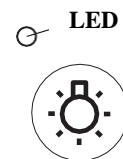

Fig.3-7 Pulsante pacchetto lampada
④ Pulsante accensione fibre ottiche (Optional)(Fig.3-7) **A E**